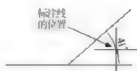
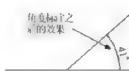

图 5-134
图 5-135
**步骤4:** 将光标移到确定放置标注弧线的位置(图5-134), 单击鼠标左键完成角度标注, 如图5-135所示。